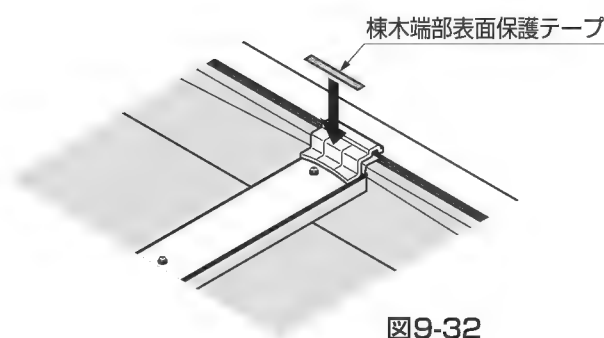

図9-32
⑥棟木端部表面保護シールを防水テープダブル用を覆うようにして貼付けてください。（図9-32参照）